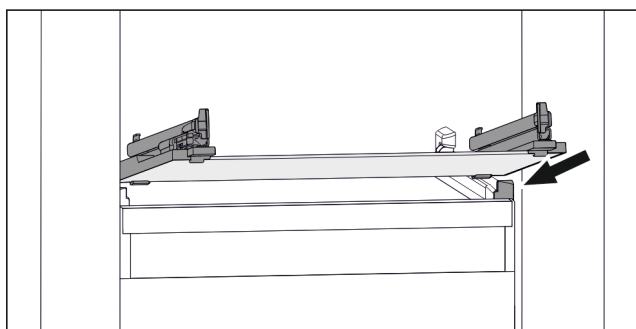

Fig. 60 Przykładowa prezentacja płyty szklanej
- ▶ Założyć płytę szklaną pod skosem za stoperami. (patrz Fig. 60)